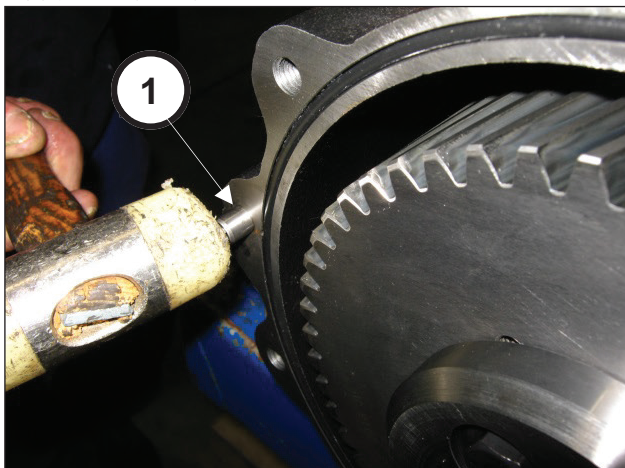
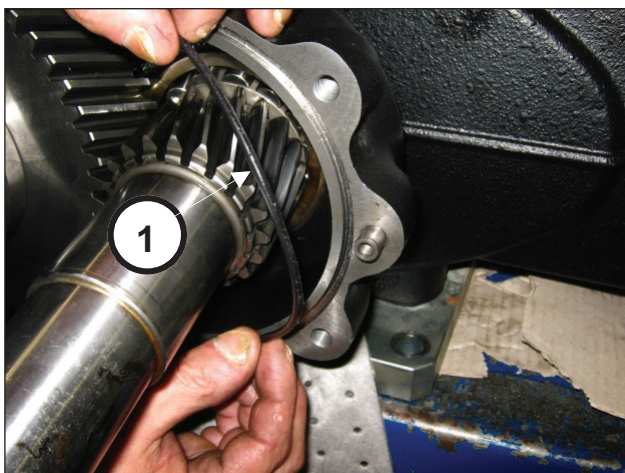

图 83
图 84
将2个销子 $\varnothing 10 \times 24$ 安装到减速齿轮箱 (①, 图 83) 并插入 O 形圈 (①, 图 84)。